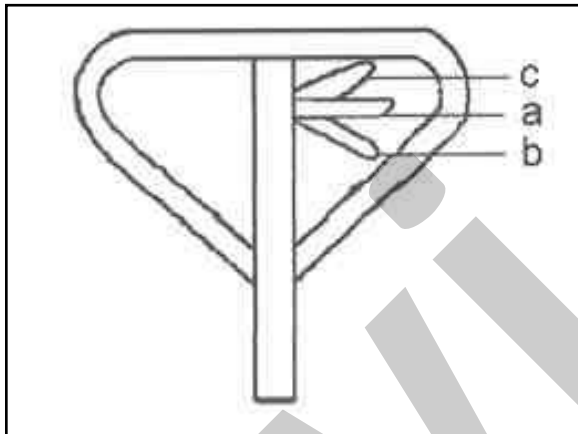
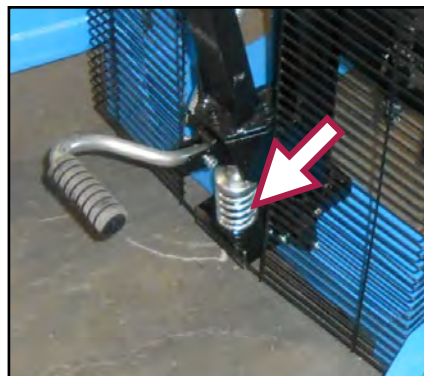
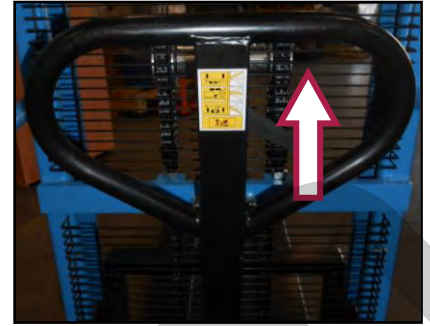

Figura 10 – Dettaglio leva di comando del Transpallet Art. 0143A.
Figura 11 – Dettaglio molla.
Figura 13 – Abbassamento delle forche.
Sul timone del Transpallet, è presente una leva di comando che può essere regolata nelle tre posizioni seguenti (come indicato in Figura 10):
Il ritorno del timone in posizione viene garantito da una molla di richiamo (vedere la Figura 11).
3. Alzare le forche, producendo un movimento di pompaggio del timone, fino **all'altezza** desiderata. A tal proposito, è possibile utilizzare anche il pedale posto alla base del timone stesso (vedere la Figura 11). **Smettere di "pompare" con il timone per arrestare la salita.** Spostare al centro (in posizione a, di trasporto) la leva di comando della salita / discesa delle forche (vedere la Figura 10).
7. Spostare al centro (in posizione a, di trasporto) la leva di comando della salita / discesa delle forche (vedere la Figura 10). Sbloccare il Transpallet rilasciando il freno di stazionamento nel modo descritto al paragrafo 8.4.
9. Abbassare le forche (ed il carico) fino al suolo o fino **all'altezza desiderata** tirando la leva di salita / discesa delle **forche verso l'alto** (in posizione c, vedere la Figura 10 e la Figura 13).